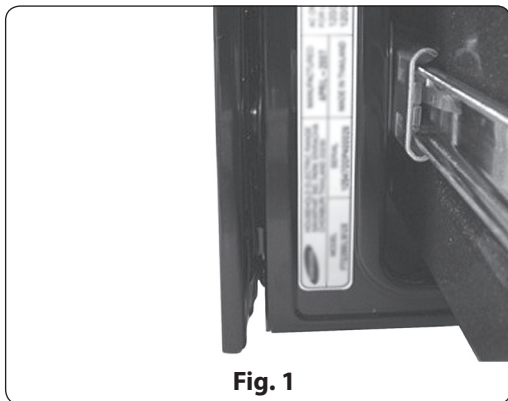
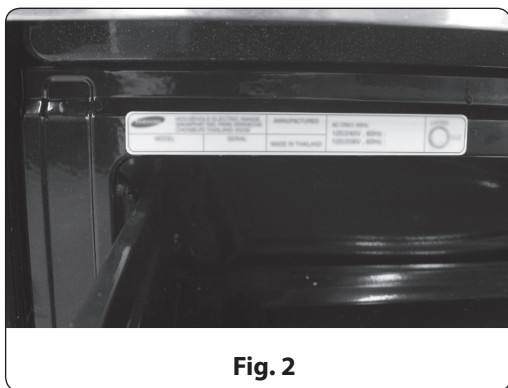

Fig. 1
Fig. 2
1. Le plan de travail autour des découpes doit être plat et ajusté (voir la zone hachurée sur la Fig. 1).
2. Avant l'installation de l'appareil, mesurez les hauteurs des deux côtés du meuble (C1~C4), avant et arrière (voir Fig. 1) entre le sol et le dessus du plan de travail.
Cet appareil doit être alimenté par la fréquence et la tension adaptées. Il doit également être branché sur un circuit individuel correctement mis à la terre et protégé par un disjoncteur ou un fusible dont l'ampérage est conforme à celui spécifié sur la plaque signalétique de l'appareil. La plaque signalétique est située au-dessus du tiroir sur la structure du four. **(Fig. 1 ou Fig. 2)**
1. Préparez le cordon de la gaine comme le montre la figure 1.
2. Installez le cordon de la gaine comme le montre la figure 2.